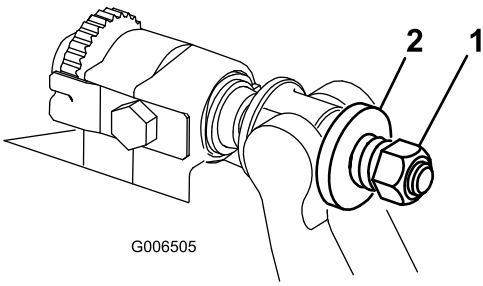

图 31
4. 旋紧弹簧加压螺母直到弹簧完全压缩然后往回松开 $\frac{1}{2}$ 圈 图 31。